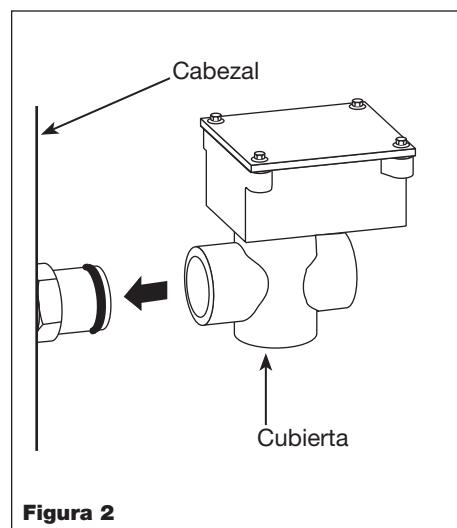

Figura 2
- Aplique una pequeña cantidad de aceite al anillo en O y coloque la cubierta protectora del nivel de aceite en el adaptador (ver Figura 2).